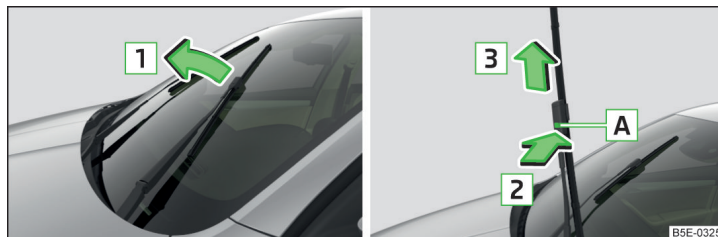

Fig. 226 Înlocuirea lamelei ștergătoarelor de parbriz
- Ridicați brațul de ștergător de parbriz de pe parbriz, în sensul săgeții **1** » fig. 226.